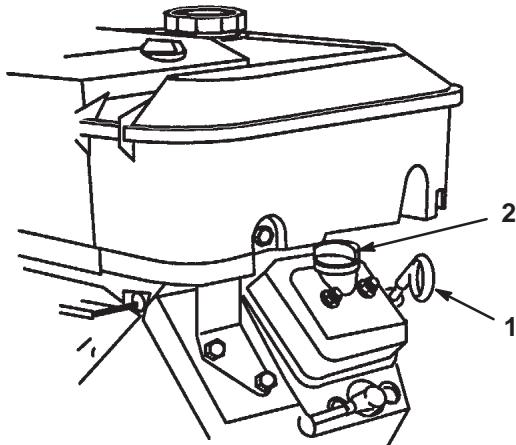

Bild 2
2. Reinigen Sie den Bereich um den Ölpeilstab herum (Bild 2), damit kein Schmutz in den Einfüllstutzen gelangen und so den Motor beschädigen kann.
4. Schieben Sie den Ölpeilstab vollständig in das Einfüllrohr (nicht in das Rohr einschrauben). Ziehen Sie den Peilstab wieder heraus und kontrollieren das Metallende. Entfernen Sie bei niedrigem Ölstand den Fülldeckel von der Ventilabdeckung (Bild 2) und gießen so viel Öl ein, dass der Ölstand die „Voll“-Marke am Peilstab erreicht; siehe „Warten des Motoröls“ auf Seite 25 für die korrekte Ölsorte und -viskosität. Gießen Sie Öl langsam ein und kontrollieren den Ölstand häufig während des Füllens. **Nicht überfüllen.**